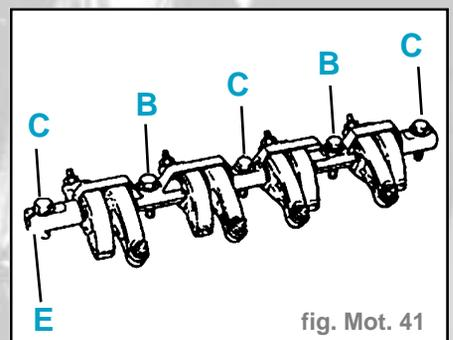

fig. Mot. 41
- Remonter la rampe de culbuteurs en positionnant le repère (E) (fig. Mot. 41)